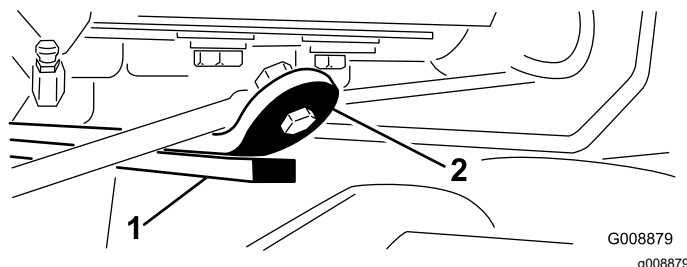

図 14
3. エンジンを始動し、カッティングユニットを上昇させ、後ろカッティングユニットのウェアバーの上部についているウェアストラップからバンパーストラップまでの距離が 0.52.5 mm の間にあるかどうか点検する 図 14。